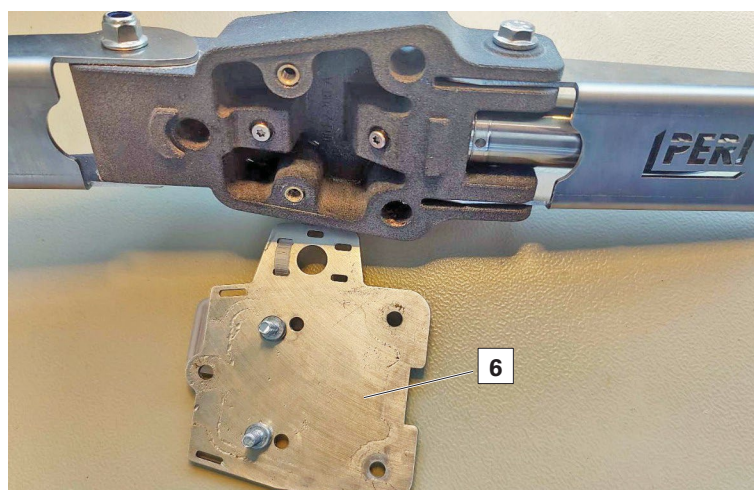

Fig. 11
25. Una volta che l'unità risulta a tenuta stagna, avvitare nuovamente la piastra di base **(6)**. (Fig. 11)